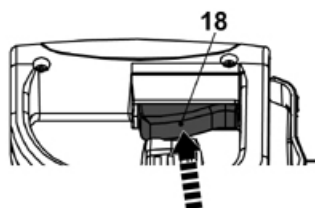

Fig. 9
- > Pressione o interruptor on/off (18) para ligar o produto (Fig. 9).
- > Liberte o interruptor on/off (18) para desligar o produto (Fig. 9).